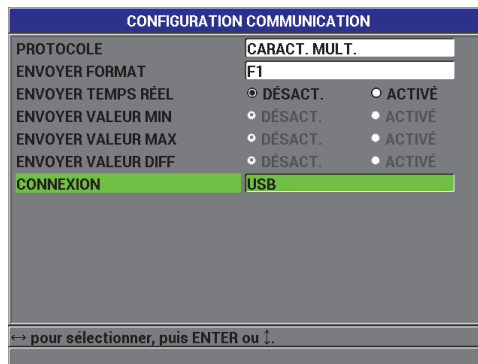

Figure 8-1 Écran CONFIGURATION COMMUNICATION – USB
5. Dans l'écran **CONFIGURATION COMMUNICATION**, réglez le paramètre **CONNEXION** à **USB** (voir la Figure 8-1 à la page 150).